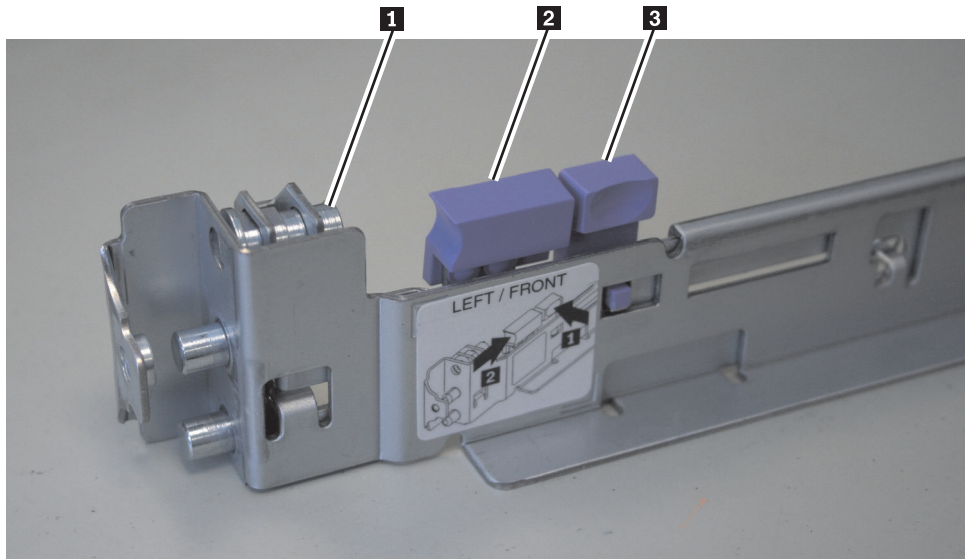

図 56. SAN ポリユーム・コントローラー 2145-8A4 用のサポート・レール前面の閉じたレール・ロック・キャリア
1. 各サポート・レールの前部と後部にあるレール・ロック・キャリアが開いていることを確認します。開くための仕組みは、各端とも同じです。82 ページの図 56 (前部ブラケット) に示すように、ロック機構が閉じている場合は、それを開きます。